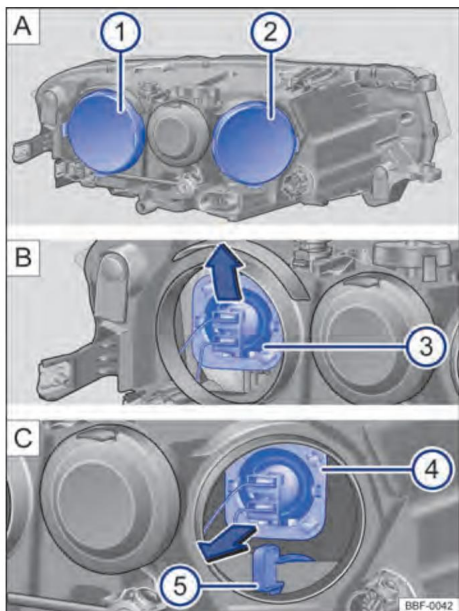

Figure. 139 Dans le compartiment moteur : 1 feu de croisement et 2 feux de route et feu de position.
- ① Respectez la liste de contrôle et effectuez les actions → page 185.
- ② Ouverture du couvercle du compartiment moteur → page 203.
- ③ Retirez le cache en caoutchouc correspondant → fig. 139 1 et 2 au dos du projecteur.
- ④ Feu de croisement : poussez l'ampoule vers le bas par la douille jusqu'à ce qu'elle se dégage → fig. 139 3 . Retirez la lampe incandescente en la tirant vers l'arrière.
Feu de route : poussez l'ampoule vers le haut par la douille jusqu'à ce qu'elle se dégage → fig. 139 4 . Retirez la lampe incandescente en la tirant vers l'arrière.
Indicateurs de direction : retirez le porte-ampoule avec l'ampoule à incandescence en le tirant vers l'arrière → fig. 139 5 Remplacez .
- ⑤ l'ampoule à incandescence grillée par une nouvelle ampoule à incandescence du même modèle.
- ⑥ Feu de croisement : insérez l'ampoule à incandescence avec le connecteur dans l'ouverture du phare et poussez-la vers l'intérieur jusqu'à ce qu'elle s'enclenche correctement → fig. 139 3 . Le bossage de l'ampoule à incandescence doit être orienté vers le haut et être monté dans le boîtier du réflecteur du phare.
Feu de route : insérez l'ampoule à incandescence avec le connecteur dans l'ouverture du phare et poussez-la vers l'intérieur jusqu'à ce qu'elle s'enclenche fermement → fig. 139 4 . Le bossage de l'ampoule à incandescence doit être orienté vers le bas et être monté dans le boîtier du réflecteur du phare.
- Clignotants : insérez la douille avec l'ampoule à incandescence dans le phare jusqu'en butée → fig. 139 5 Installez le couvercle en .
- ⑦ caoutchouc respectif Fermez le couvercle du
- ⑧ compartiment moteur → page 203.
- ⑨ Après avoir installé la nouvelle ampoule, réglez le faisceau du phare.